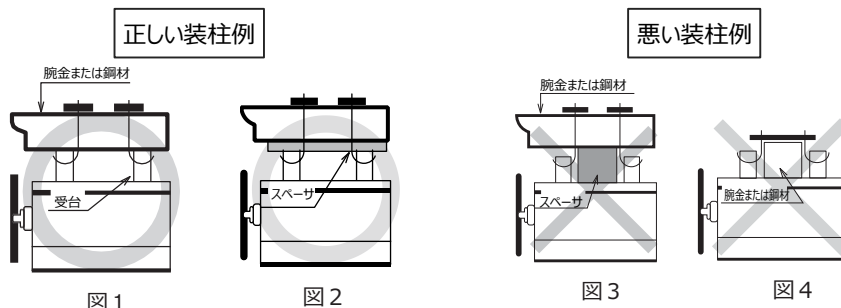

図 1
- イ. 開閉器の受台に腕金または鋼材が直接当たるように取付けてください。(図1)